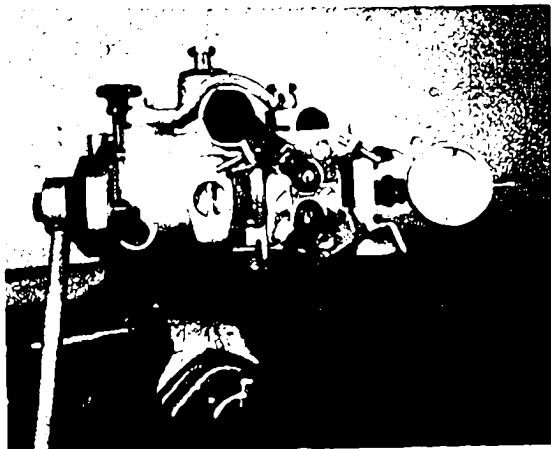

Fig. 1
1.1.1 Preparing the injection pump (Fig. 1)
1.1.1 Préparation de la pompe d'injection (Fig. 1)
1.1.1 Operaciones previas en la bomba de inyección (Fig. 1)